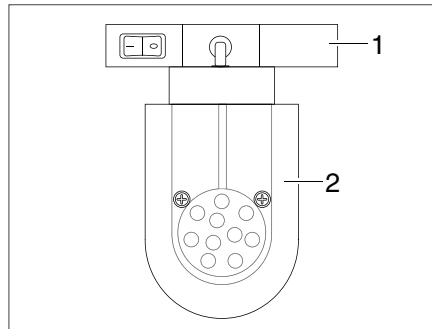

Fig. 56 Spot DEL (exemple)
- Saisir le support (Fig. 56,1) et le tourner de 90°.
- Retirer le spot DEL (Fig. 56,2) du système de rail.
- Placer le spot DEL (Fig. 56,2) à la position désirée dans le système de rail et le tourner de 90°.